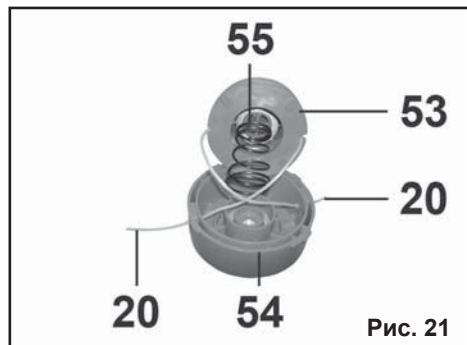

Рис. 21
• Вставьте оба конца лески (20) в отверстия в корпусе катушки (54), установите аккуратно пружину (55) в направляющие в корпусе катушки (54) и в шпулке (53) (Рис. 21).